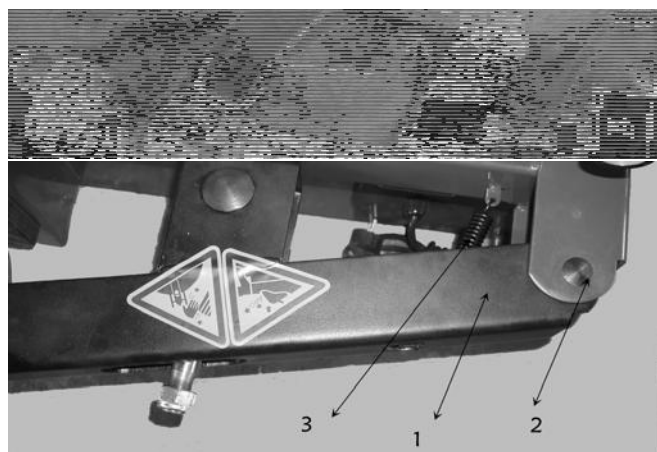

Fig 4-6
4.2.9 Indsæt dækafpresserarmen (1) i dækafpresserbeslaget på hoveddelen og afstem de to huller, så dækafpresserarmens stiftstang kan påmonteres (2), og så den elastiske fastholdelsesring kan placeres. Hæng the fjeder (Fig 4-6-3) som vist på Fig 4-6.